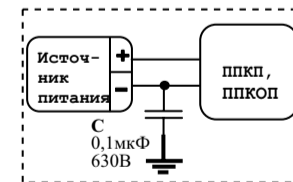

Рисунок 3
**ВНИМАНИЕ!!! В ЦЕЛЯХ ПОВЫШЕНИЯ ПОМЕХОУСТОЙЧИВОСТИ СИСТЕМЫ ПОЖАРНО-ОХРАННОЙ СИГНАЛИЗАЦИИ МИНУСОВОЙ ПРОВОД ИСТОЧНИКА ПИТАНИЯ ППКП (ППКОП) РЕКОМЕНДУЕТСЯ ЗАЗЕМЛЯТЬ ЧЕРЕЗ НЕПОЛЯРНЫЙ КОНДЕНСАТОР ЕМКОСТЬЮ 0,1 – 0,47 МКФ x 400 В (ИЛИ БОЛЕЕ). НАПРИМЕР: К73-17, 0,1 МКФ, 630 В (см. рисунок 3).**